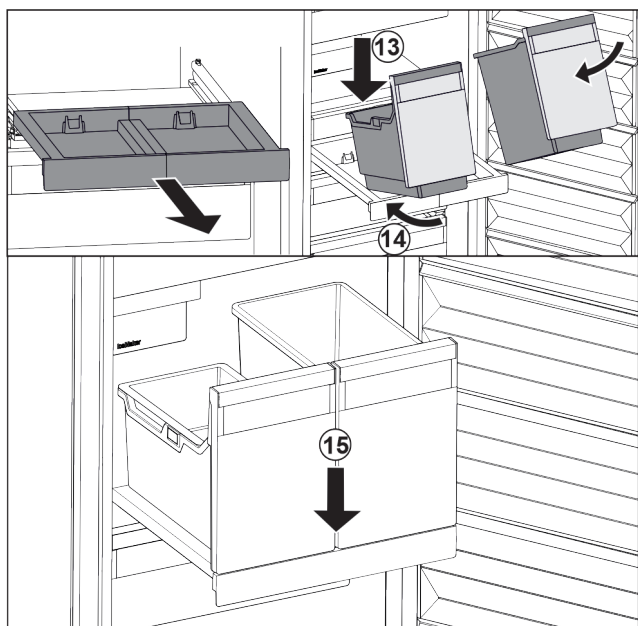

Fig. 123
- ▶ Stavite spremnik ukoso na izvlačnu ploču. Fig. 123 (13)
- ▶ Gurnite spremnik ukoso prema natrag. Fig. 123 (14)
- ▶ Spustite spremnik naprijed. Fig. 123 (15)